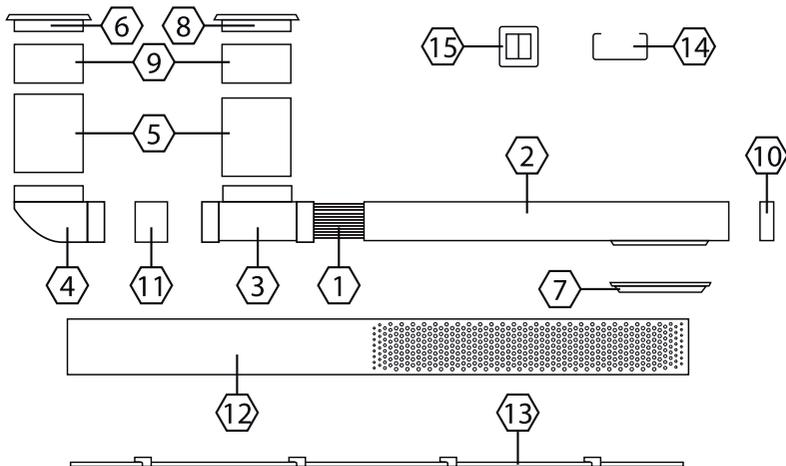

Рис.2. Комплектация моделей HFS30, HFS30t, HFS70, HFS70t, HFX30, HFX30t, HFX70, HFX70t
**В комплект поставки входят (рис. 2.):**